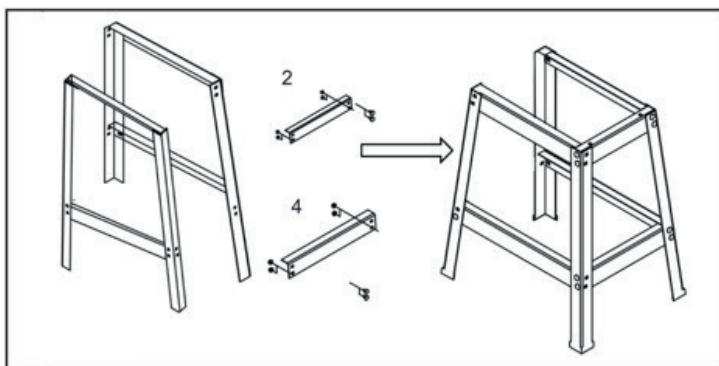

Рис. 9.
5. Соедините две стороны подставки вместе. Прикрепите нижнюю короткую планку (№4) и верхнюю короткую планку (№2) к длинным ножкам (рис. 9).
Угловой упор вставляется в паз с края рабочего стола. Указатель А (рис. 9) должен быть на отметке «0». Ослабьте винт и переместите указатель, если необходимо.